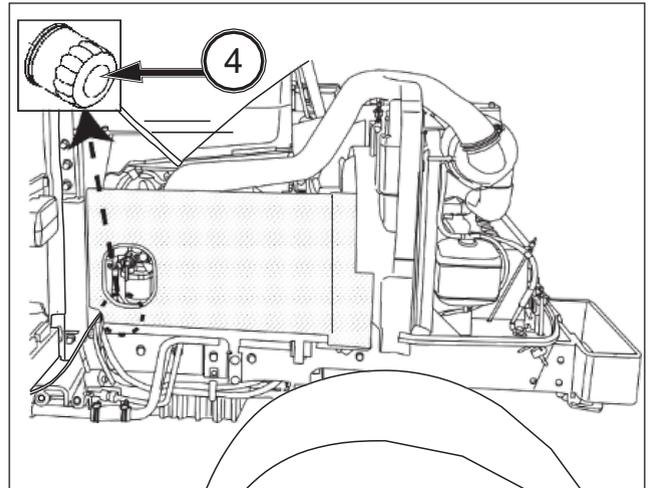

FIG. 99
FIG. 99: Para sustituir el filtro de aceite del motor. Retire el filtro de aceite (4) y deseche este filtro antiguo en un lugar de recogida adecuado. Asegúrese de haber retirado la junta del filtro usado.